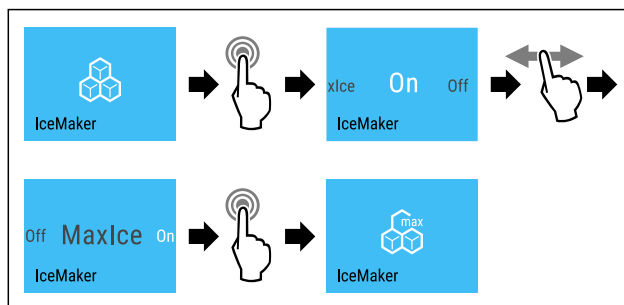

Fig. 21
- ▶ Udfør handlingstrinene (se Fig. 21) .